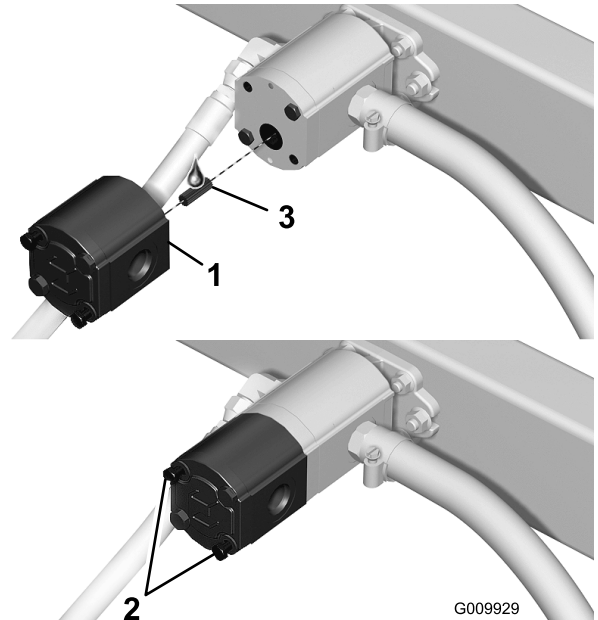

Figura 6
4. Con i 2 bulloni lunghi, montate la pompa a flusso elevato su quella esistente (Figura 6).